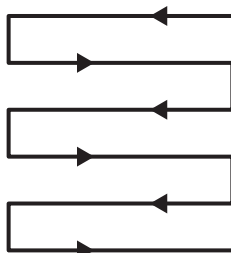

Fig. 18
- Tondre en suivant des rangées qui se chevauchent légèrement. Le modèle le plus efficace pour tondre les pelouses est la ligne droite parallèle à l'une des bordures. Cela permet de tondre la pelouse en rangées régulières et garantit qu'aucun endroit de la pelouse n'a été oublié (Fig. 18).